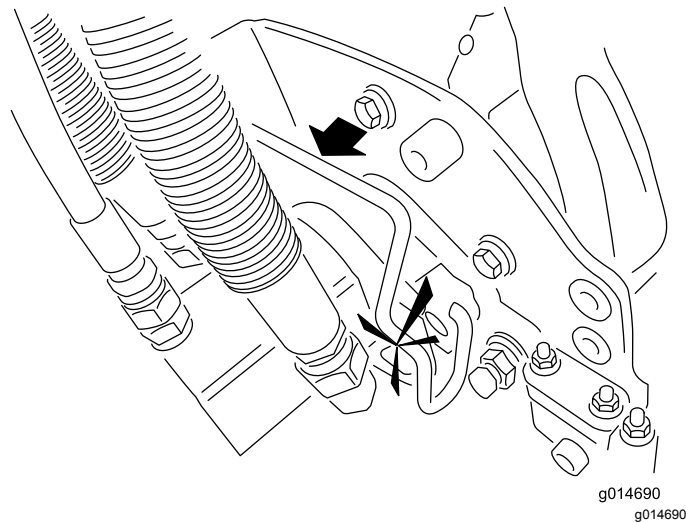

Figura 47
5. Spalmate del grasso pulito sull'albero scanalato del motore dell'apparato di taglio (Figura 47).
6. Inserite il motore nel lato sinistro dell'apparato di taglio (come mostrato dalla posizione dell'operatore) e tirate la barra di fissaggio del motore sull'apparato di taglio verso il motore stesso fino a udire chiaramente uno scatto da ambo i lati del motore (Figura 47).